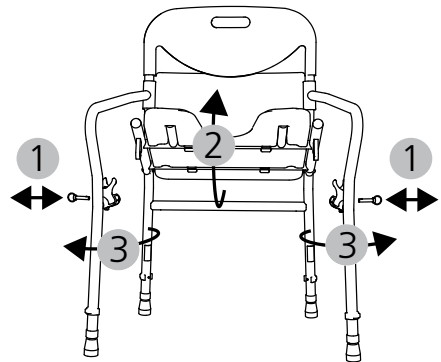

Abb. 10
1. Den Verriegelungsbolzen seitlich herausziehen (Abb. 10, 1.).
2. Jetzt können Sie die Sitzfläche nach oben klappen (Abb. 10, 2). Die Seitenteile leicht nach außen abschwelen (Abb. 10, 3), sodass der Stuhl noch alleine stehen kann. Die Sitzfläche kann jetzt langsam nach unten abgeklappt werden.
3. Abschließend schwenken Sie die Seitenteile auf die Stuhlrückseite ab (Abb. 10, 3).
3. Beide Verriegelungsbolzen (rechts/links) werden seitlich eingesteckt, bis sie einrasten (Abb. 10, 1).